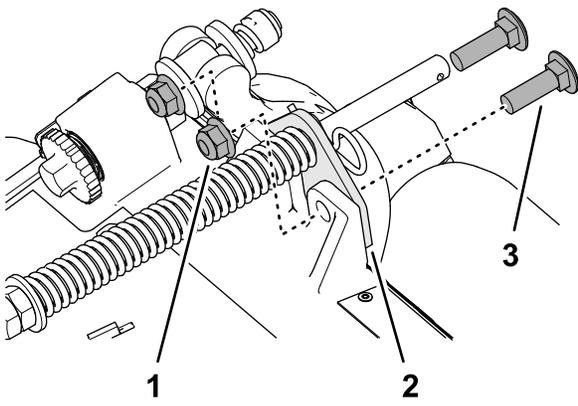

图 18
2. 拆下将草坪补偿支架固定到滚刀组架的 2 个凸缘锁紧螺母 $\frac{3}{8}$ 英寸和 2 个托架螺栓 $\frac{3}{8}$ x $1\frac{1}{4}$ 英寸图 18。